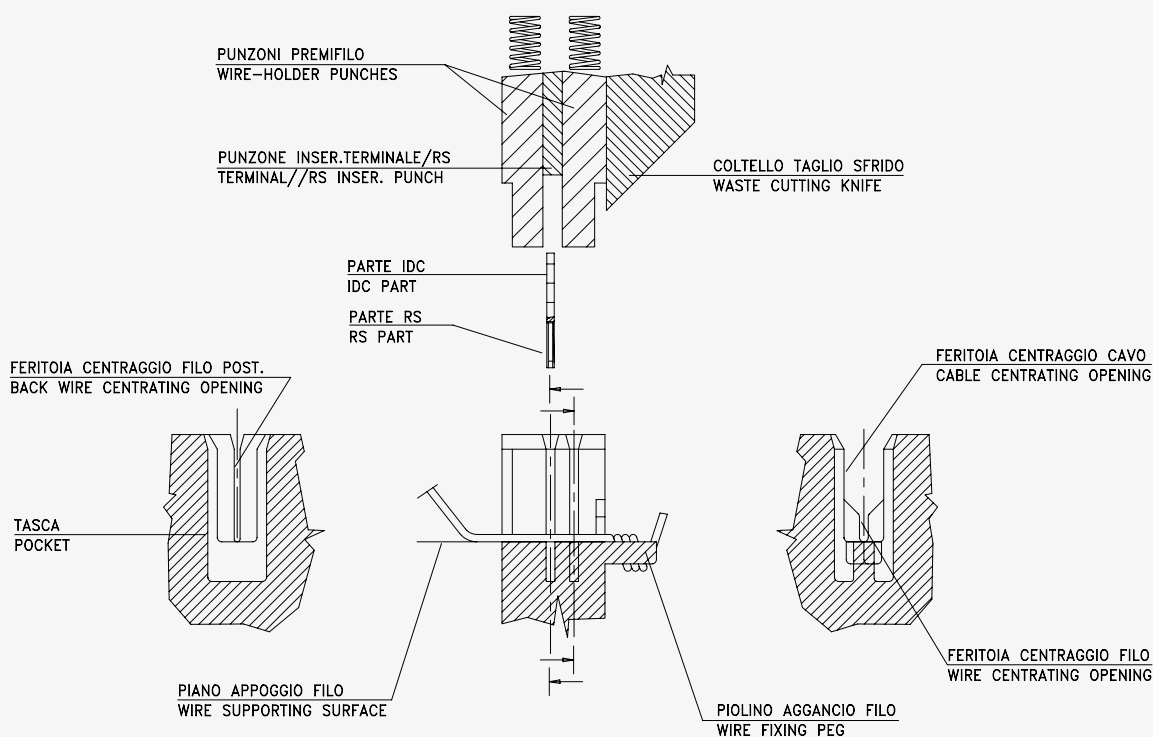
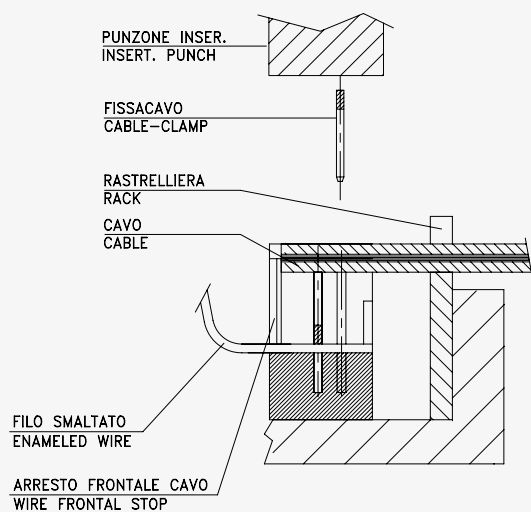
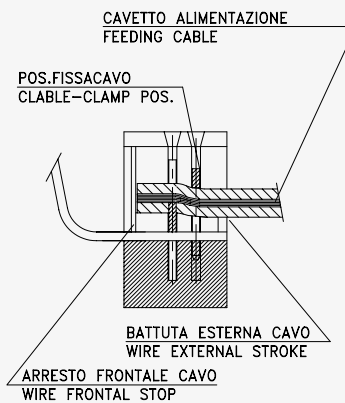

Fig. 5
Fig. 6
Fig. 7
A – Nel caso in cui si utilizzi una connessione RS/IDC l'applicazione è realizzata mediante l'impiego di N°2 macchine inseritrici (N°1 per terminali "RS-IDC", N°1 per terminali FISSACAVO). In tutte le altre tipologie è sufficiente una macchina e l'uscita dei cavi di alimentazione può essere interna o esterna rispetto all'avvolgimento del motore. Nella prima fase la connessione tra filo e terminale avviene sulla parte inferiore dell'articolo "RS-IDC" (fig. 5) mentre nella seconda la connessione dei cavetti avviene nella parte superiore dell'IDC precedentemente applicato, tramite il bloccaggio con fissacavo (fig. 6). Il risultato finale è quello di fig. 7.
A – If a connection RS/IDC is used, the application is performed by means of n. 2 inserting machines (n. 1 for terminal "RS-IDC", n. 1 for terminal cable-clamp). In all the other cases a machine is sufficient and the exit of the feeding cables can be internal or external to the motor winding. During the first phase, the connection between wire and terminal is on the inferior part of the article "RS-IDC" (fig. 5) while during the second phase the cables connection is on the superior part of the IDC applied precedentely, by a blocking performed by means of the cable-clamp (fig. 6). The final result is the one shown in figure 7.
- their blocking by means of two wire-holder punches (see fig. 5);
Nella connessione con i cavetti nella parte superiore dell'articolo "RS-IDC", questi devono essere posizionati sulla battuta frontale del connettore (fig. 6) e bloccati sull'apposita rastrelliera per garantire un ancoraggio sicuro durante la movimentazione dello statore nella fase di inserimento
In the connection with cables in the upper part of the article "RS-IDC", these must be placed on the frontal stroke of the connector (fig. 6) and blocked on the apposite rack to guarantee a safe anchoring during the stator movement during the cable-clamp insertion. In some cases, anyway, it may be required the
- Verificare che i cavetti al termine dell'applicazione, siano posizionati sui piani di appoggio del connettore e sulla battuta di arresto frontale, e che l'incisione della guaina avvenga senza tranciare i trefoli (fig. 7).
- Check that the cables are placed on the connector supporting surface and on the frontal stop stroke at the end of the application. Check also that the cover incision takes place without cutting the wire strand. (fig. 7).
Ogni tasca possiede due fessure esterne per l'allineamento dei fili e le dimensioni di tali fessure variano in funzione della sezione/diametro del filo da processare. All'esterno del connettore ed in asse con le tasche, generalmente sono utilizzati alcuni piolini per bloccare il filo durante la lavorazione. Questi piolini sono tagliati al momento della connessione e possono avere differenti forme e dimensioni, in funzione del diametro dei fili da processare (fig. 5). La forma esterna del connettore è in funzione del tipo di applicazione e generalmente ha uno o più agganci o perni per
Each pocket has two external slits for the alignment of the wire and their dimension change in function of range of wires to work. Outside the housing body and in axis with the pockets generally are used some stakes to lock wires during working. These stakes are cut at the moment of connection and can have different shape and dimensions in function of wire diameter to work (fig. 5). The configuration of outside of housing is made in function of the application and generally have one or more couplers or pins for the centring on the stator. In other cases the housing
il centraggio sullo statore. In alcuni casi il connettore è integrato direttamente sul coperchio isolante degli avvolgimenti. Quando sono richieste applicazioni con il bloccaggio sul cavo, la tasca interna è utilizzata per il terminale RS mentre la tasca esterna per il bloccaggio del cavo per garantire lo smorzamento delle vibrazioni (fig. 6).
In the end more rows of pockets when application with different terminals are required or with the cable fastening, in this case the inner row is used for RS terminal whereas the external for cable fastening to grant the vibration damping (fig. 6).